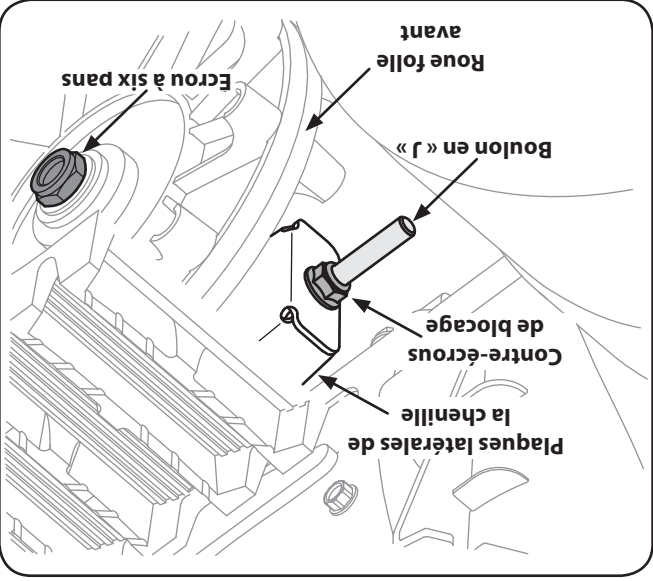

Figure 6-6
1. Desserrez les écrous à six pans sur les roues folles avant. Voir la Figure 6-6.